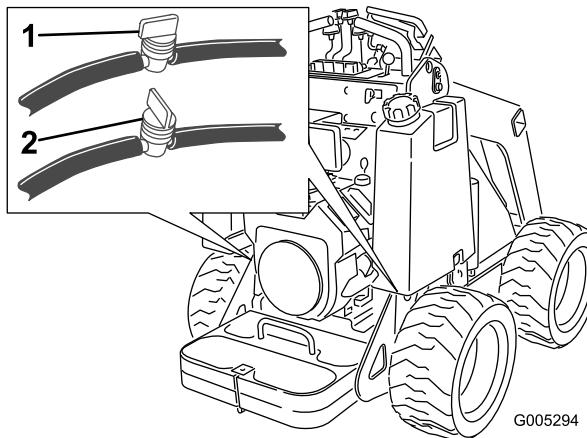

Рисунок 31
2. Закройте топливный клапан на днище каждого топливного бака (Рисунок 31).
3. Закройте топливный клапан в шланге около днища топливного бака (баков), как показано на Рисунок 31.
8. Откройте топливный клапан (клапаны) в шланге (шлангах) около днища топливного бака (баков), как показано на Рисунок 31.